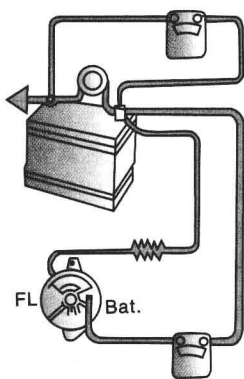

图2-3 发电机的测试
1) 如图2-3所示,将数字式万用表、层叠碳板变阻器、电流表连接到车上。